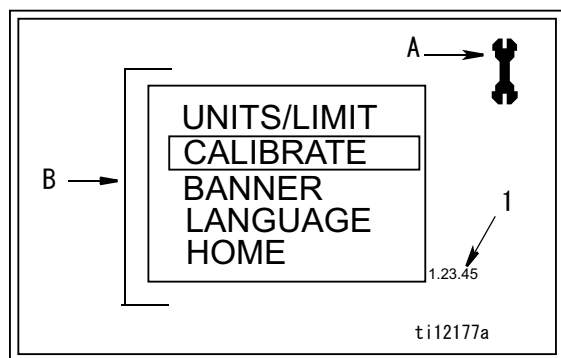

図 12
セットアップのメイン画面 (図 12)
メイン画面の機能 (図 12)
2. 次に同時に中心の ENTER ボタン (b) も押します (図 11)。図 12に示される設定のメイン画面が表示されるまで、両方のボタンを押し続けます。